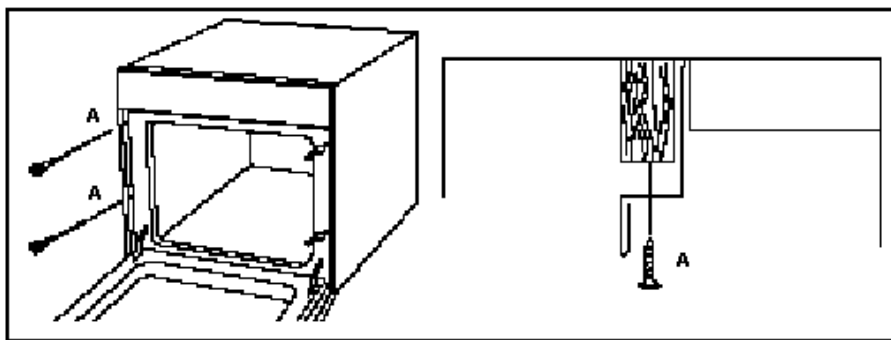

Рис. 4
- После расположения шкафа в месте его установки, откройте дверь и закрепите духовой шкаф к торцевым частям панелей мебельного шкафа (ниши) четырьмя крепежными шурупами, чтобы они совпадали с отверстиями, предусмотренными по обеим сторонам крепежной рамы (А) (См. Рис. 4).